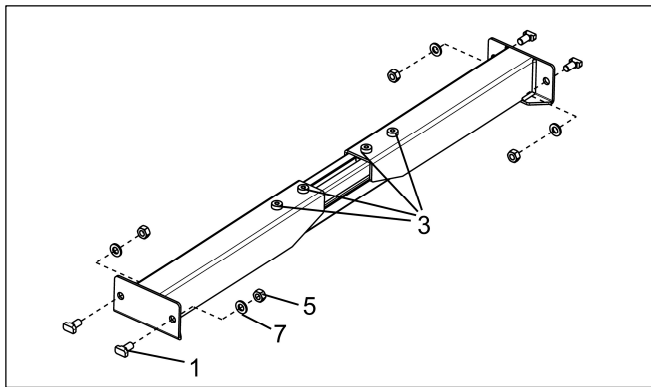

图 22
c.将紧固件“1”、“5”、“7”预装到图示位置，松开紧固件“3”。（见图 22）